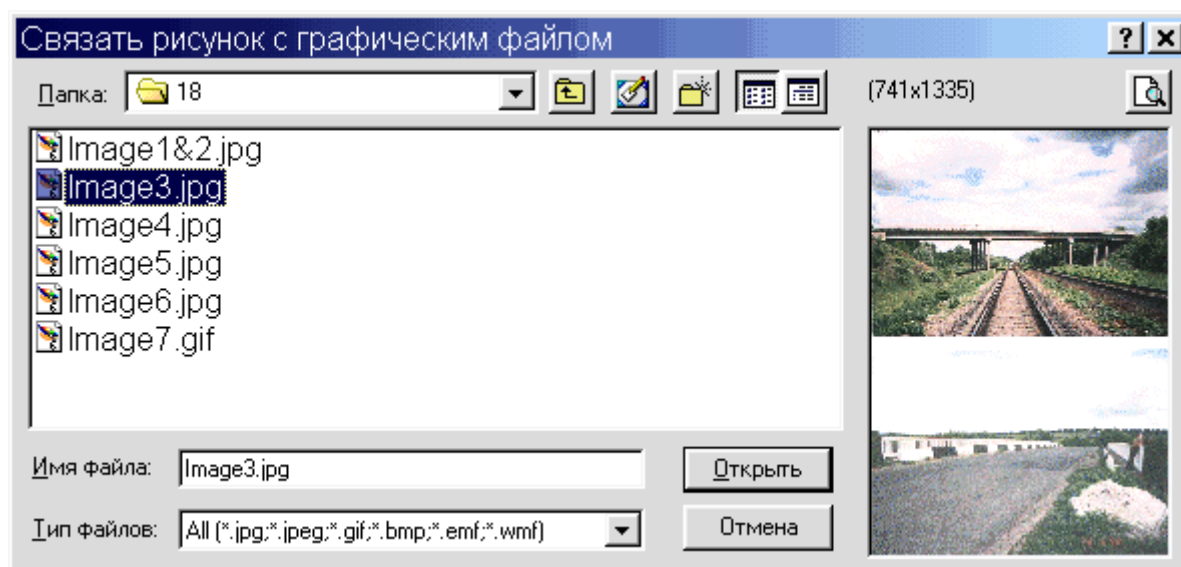

Рис. 84. Диалоговое окно вставки связи Рисунка с файлом на диске
- ✧ Откроется диалоговое окно “Связать рисунок с графическим файлом”, показанное на рис. 84.
В результате выполнения всех этих шагов в базе данных будет сохранена ссылка на файл с рисунком. Чтобы ее увидеть, перейдите на уровень выше и посмотрите содержимое поля “Связь с файлом”. Для рассматриваемого на рис. 84 примера это поле будет содержать строку “X:\ Фотографии\18\Image3.jpg”.